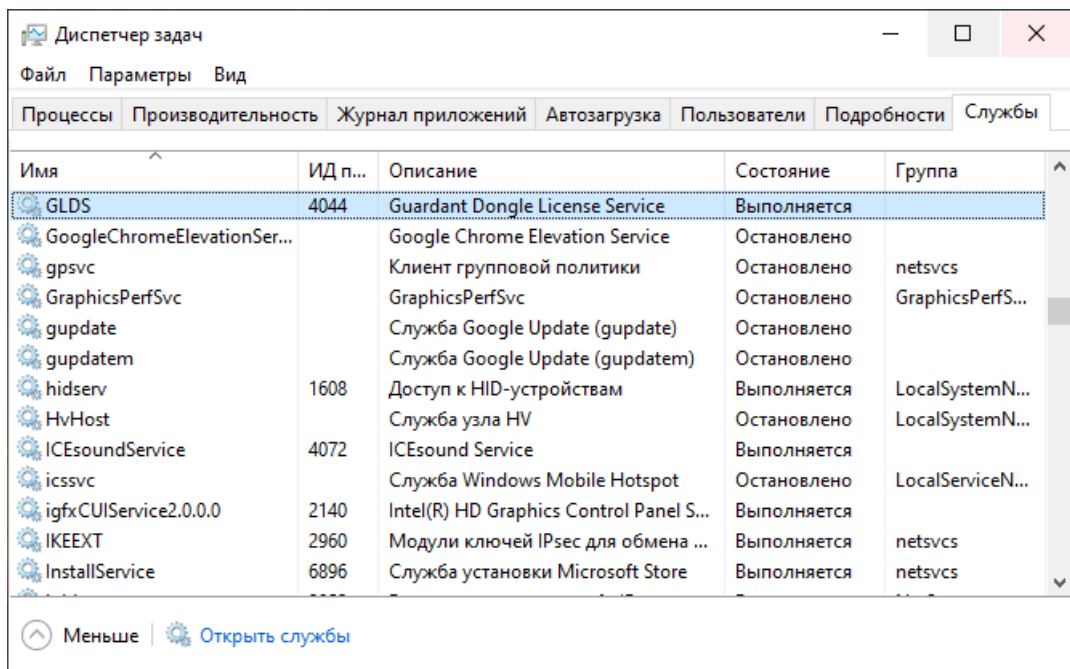

Рисунок 131 - Проверка службы GLDS
2. В диспетчере задач Windows проверьте, что служба **GLDS** в состоянии «Выполняется» (Рисунок 131).